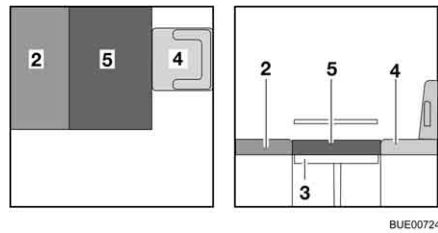

Fig. 121 Dopo la trasformazione
- Posizionare il cuscino aggiuntivo (Fig. 121,5) sul tavolo.
- Se necessario, spingere il sedile del conducente (Fig. 121,4) nuovamente all'indietro.